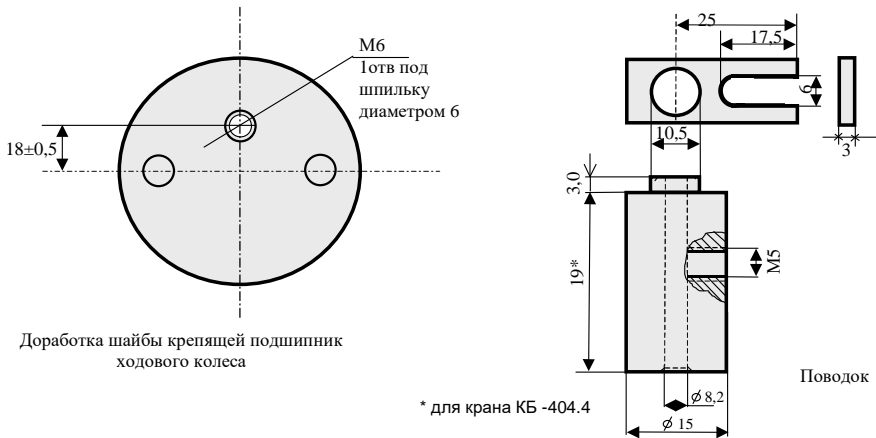

Рисунок 9 – Пример изготовления поводка для датчика высоты
- с осью барабана грузовой лебедки для датчика высоты (см. рисунок 9 или рисунок 10);